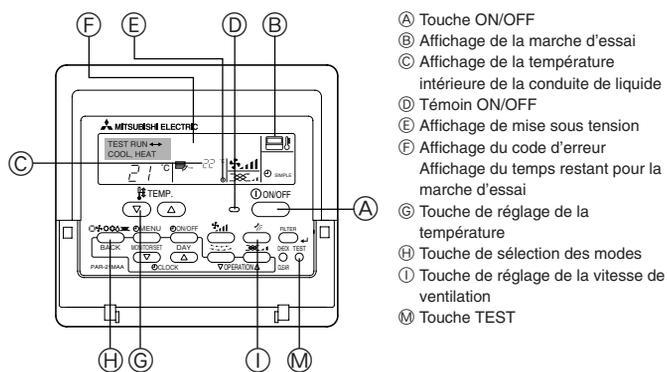

Fig. 7-1
7.2.1. Utilisation de la télécommande filaire (Fig. 7-1)
- ① Mettre l'appareil sous tension au moins douze heures avant l'essai de fonctionnement.
- ② Appuyer deux fois sur la touche [TEST] (ESSAI). ➔ Affichage à cristaux liquides "TEST RUN" (ESSAI DE FONCTIONNEMENT)
- ③ Appuyer sur la touche [Mode selection] (Sélection Mode). ➔ Vérifier si la soufflerie fonctionne.
- ④ Appuyer sur la touche [Mode selection] (Sélection Mode) et passer en mode refroidissement (ou chauffage). ➔ Vérifier si la soufflerie souffle de l'air froid (ou chaud).
- ⑤ Appuyer sur la touche [Fan speed] (Vitesse soufflerie). ➔ Vérifier si la vitesse de la soufflerie change.
- ⑥ Vérifier le bon fonctionnement du ventilateur de l'appareil extérieur.
- ⑦ Arrêter l'essai de fonctionnement en appuyant sur la touche [ON/OFF] (Marche/Arrêt). ➔ Arrêt
- ⑧ Enregistrez un numéro de téléphone. Le numéro de téléphone de l'atelier de réparation, de l'agence commerciale, etc., à contacter en cas de panne peut être enregistré dans la télécommande. Le numéro de téléphone s'affichera en cas d'erreur. Pour prendre connaissance des procédures d'enregistrement, consultez le mode d'emploi de l'appareil intérieur.